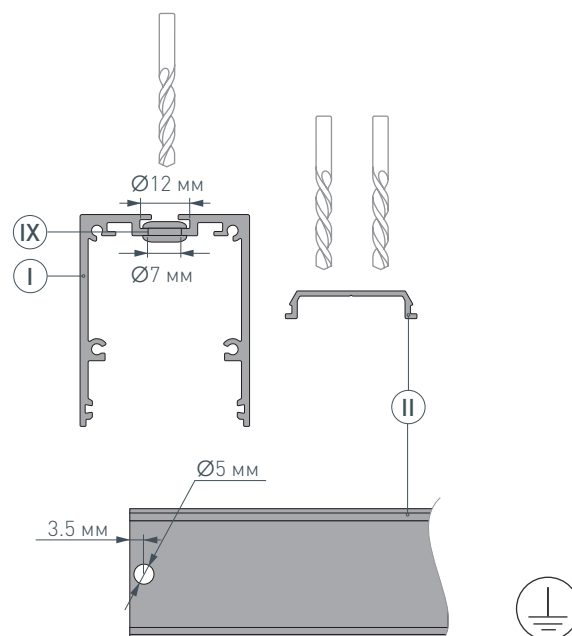

Рис. 1. Подготовка отверстия для вывода кабеля на основании для светодиодной ленты II. Вид сверху
- 1 / Просверлите два отверстия $\varnothing 12$ мм и $\varnothing 7$ мм в профиле I для вывода сетевого кабеля, а также для установки клемм заземления профиля и блока питания. Затем просверлите отверстие $\varnothing 5$ мм в основании для ленты II для вывода кабеля питания светодиодной ленты, как показано на рис. 1. **Установите клеммы заземления профиля и блока питания.** Установите в профиле I, в отверстии для сетевого кабеля силиконовую муфту IX.